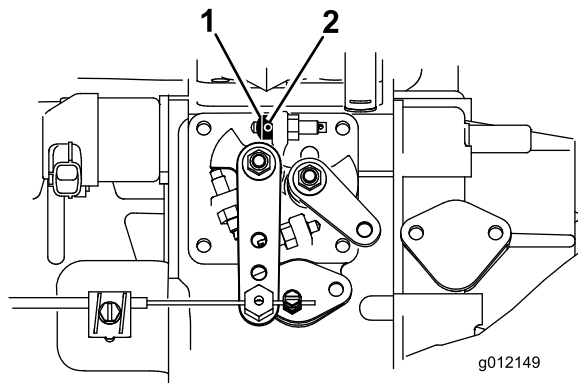

Figura 6
1. Afloje el tornillo de fijación del tope del acelerador (Figura 6).
2. Deslice el tope del acelerador sobre el tornillo de tope de ralentí alto (Figura 6). El extremo achaflanado del tope del acelerador debe quedar hacia fuera.